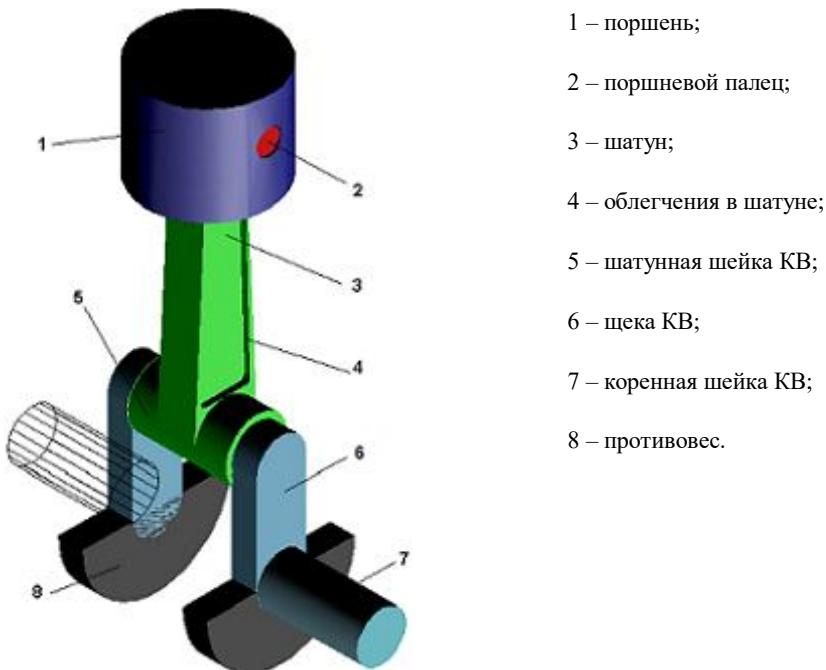

Рис. 2.1 – Схема КШМ
Лабораторная работа также проводится в системах T-FLEX CAD и T-FLEX Динамика. Используя знания, полученные в лабораторной работе №1, вам потребуется создать упрощенную модель кривошипно-шатунного механизма двигателя внутреннего сгорания (см. рисунок 2.1); оснастить ее указанными нагрузками и граничными условиями. После этого необходимо будет провести один из этапов кинематического и динамического анализа, выполнив итого-вое практическое задание.
2.3.3 Для создания в поршне отверстия под поршневой палец (позиция 2 на рис. 2.1) начните чертить на рабочей плоскости «Вид слева». Поскольку на рабочей плоскости «Вид слева» уже существует 3D профиль тела поршня, нужно разделить элементы построения (линии), относящиеся к телу поршня (создаваемому операцией «Вращение» ) и отверстию (создаваемому операцией «Выталкивание» ).
2.5.5 Добавьте «3D Фрагмент» «лр2 Шатун». Ориентируясь на рис. 2.1, задайте для шатуна сопряжение «совпадение» с КВ по внутренней поверхности щёк, а затем сопряжение «соосность» по цилиндрической грани шатунной шейки КВ и внутренней цилиндрической поверхности нижней головки шатуна.